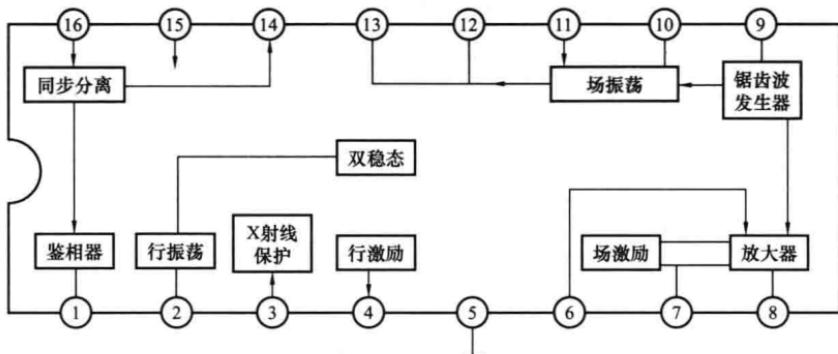

图 4-51 TA7609P 集成块
例如，电视机内集成块 TA7609P，如图 4-51 所示，⑤脚在路电压或电阻异常，可切断⑤脚（接地脚）然后用万用表内电阻挡测①脚与⑤脚之间电阻，测得一个数值后，互换表笔再测一次。若集成块正常，则应测得红表笔接地时为